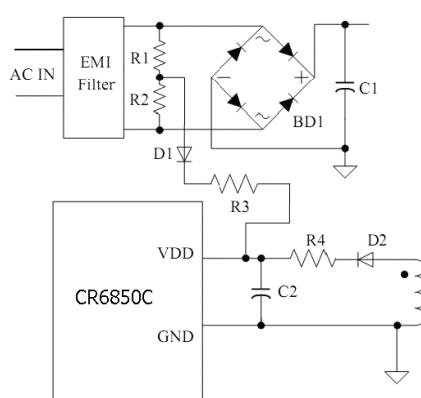

图 1.2.1 整流前启动
- 1) 整流滤波前启动的方式，其启动电路见图 1.2.1 所示；
- 2) 整流滤波后启动的方式，其启动电路见图 1.2.1 所示；